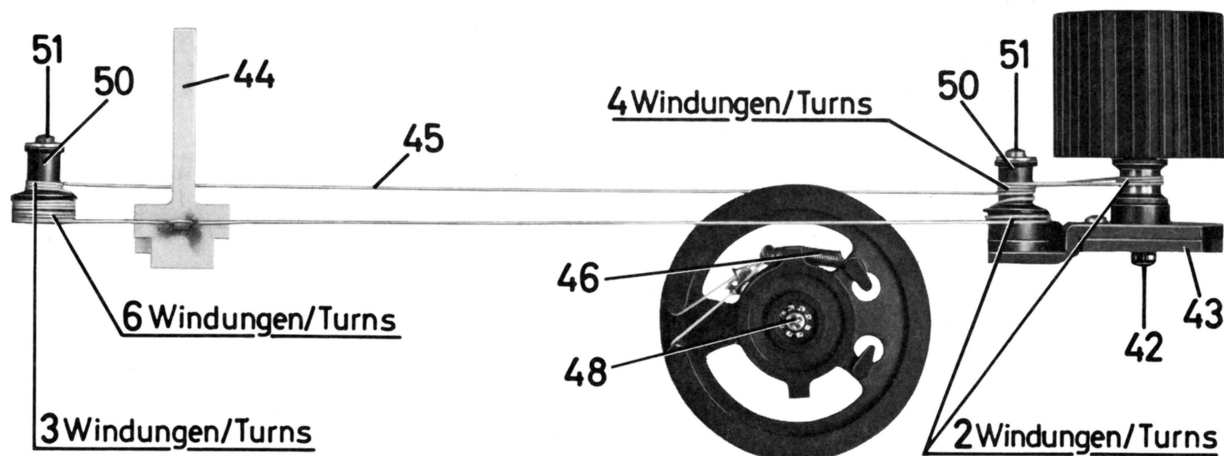

Fig. 4
- 2.2 Skalenseil nach Fig. 4 auflegen.